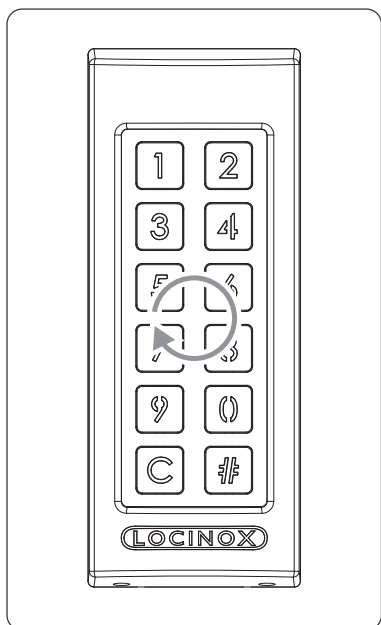

Figura 5.1 - Secuencia de luces de espera
- Tras encenderlo, aparecerá la secuencia de luces de espera (consulte la figura 5.1). Tras unos segundos, la tecla [1] comenzará a parpadear en el teclado y la tecla [#] permanecerá encendida. En el SwitchStone-STD parpadearán todas las luces salvo la de encendido.
- El SlimStone-X incorporará el SwitchStone-STD a la red. Durante el procedimiento, aparecerá la secuencia de luces de espera (consulte la figura 5.1).